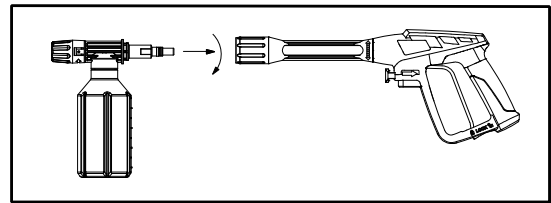

Figura 8 - Fissare l'applicatore alla pistola
4. Collegare l'applicatore del detersivo alla pistola. (Vedere Figura 8)